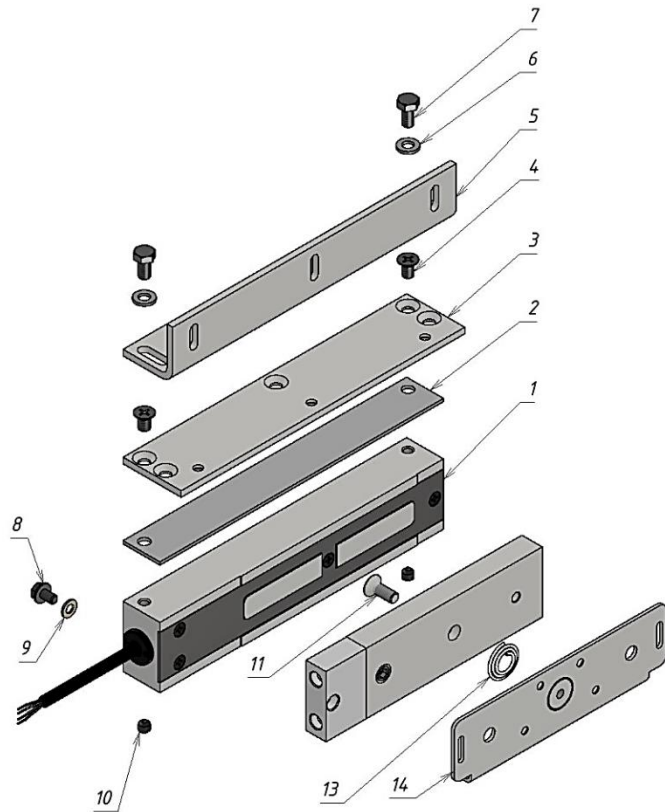
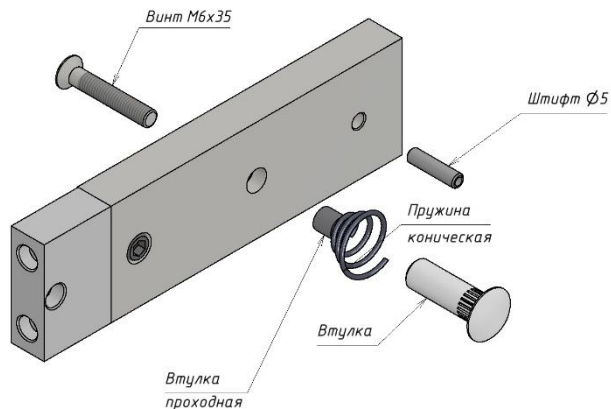

Рисунок 1 – Комплект поставки
Рисунок 2 - Комплект крепления якоря
4.1 В комплект поставки замка входят (рисунок 1):
- корпус (1).....	1 шт.
- планка (2).....	1 шт
- пластина монтажная (3).....	1 шт.
- винт М6х10 потайн. (4).....	2 шт.
- угольник (5).....	1 шт.
- шайба 6 (6).....	2 шт.
- болт М6х12 (7).....	2 шт.
- винт заземления М5х8 (8).....	1шт.
- шайба 5 (латунь) (9).....	2 шт.
- винт-заглушка М6х6 (10).....	2 шт.
- винт М6х16 (потайн.) под ключ S4 (11).....	1 шт.
- якорь (12).....	1 шт.
- пружина коническая (13) (из комплекта крепления якоря)	1 шт.
- пластина крепления якоря (14).....	1 шт.
- комплект крепления якоря (рисунок 2).....	1 шт.
Замок состоит из корпусной части и якорной части (рисунок 1). Для обеспечения эксплуатационных характеристик рабочие поверхности корпуса и якоря должны быть совмещены и плотно прилегать друг к другу при закрывании двери.
Корпус замка может крепиться при помощи угольника (5) или через монтажную пластину (3) (рисунок 1). Если позволяет конструкция места монтажа, допускается крепление непосредственно через крепежные отверстия в корпусе замка (резьба М6), длина винтов в этом случае определяется по месту, при этом в тело корпуса винты должны входить не более чем на 8мм.
- с помощью комплекта крепления якоря с отверстиями в двери для винта крепления якоря и фиксирующего штифта (рисунок 2);
- без отверстий в двери, с помощью монтажной пластины крепления якоря (12) (рисунок 1).